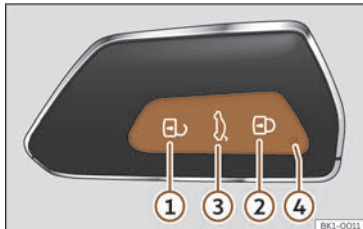

Fig. 78 Clau del vehicle.
Quan es prem breument un botó a la clau del vehicle, l'indicador de control parpellega ④ >>> fig. 78 un cop breument, però si es prem durant un temps prolongat, parpellega diverses vegades, per exemple, en l'obertura de confort.